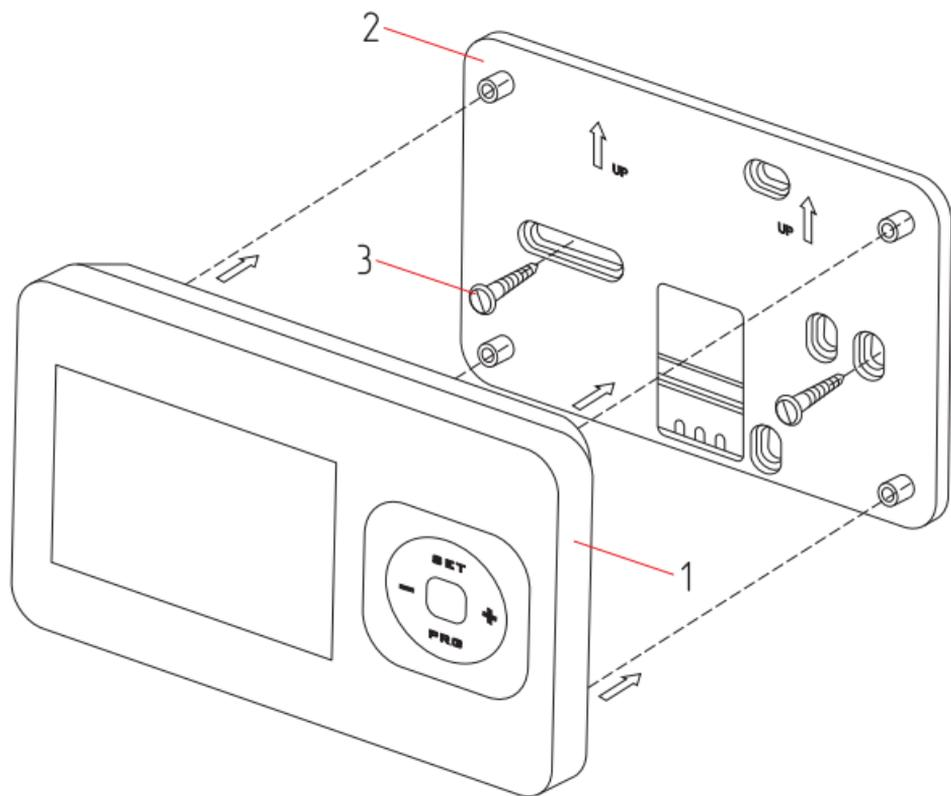

Рис.4 Установка терморегулятора
- Перед установкой терморегулятора (**Рис.4, поз.1**) на стену, отверткой отсоедините его от основания (**Рис.4, поз.2**);
- С помощью двух винтов или саморезов (**Рис.4, поз.3**) прикрепите основание (**Рис.4, поз.2**) к стене;